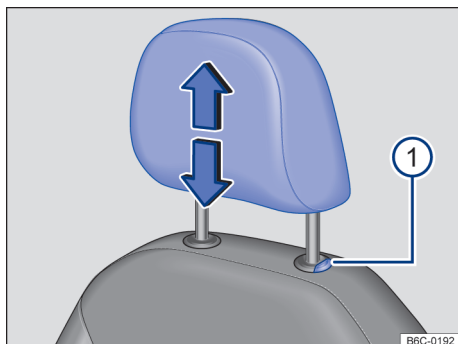

Fig. 71 Apoio para cabeça dianteiro: desinstalar.
- Retirar o apoio para cabeça com o botão → Fig. 71 ❶ pressionado.
- Empurrar o apoio para cabeça totalmente para baixo com o botão → Fig. 71 ❶ pressionado.